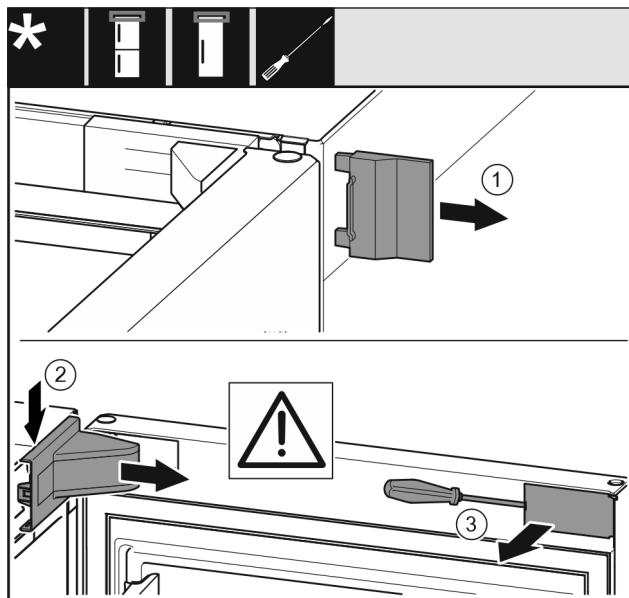

Fig. 8
► Noņemiet ārējo pārsegu *Fig. 8 (1)*.
► Atbrīvojiet un noņemiet gultņa balsta pārsegu *Fig. 8 (2)*.
- ▶ Atbrīvojiet aizsegu Fig. 8 (3) ar plakano skrūvgriezi un pagrieziet uz sāniem.